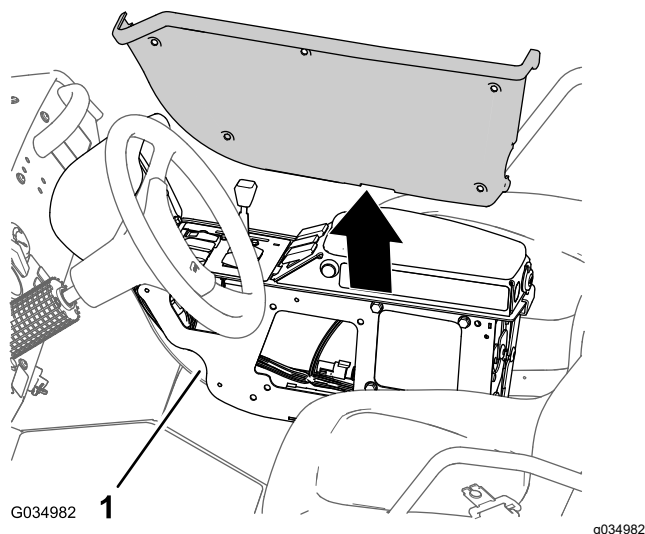

図 99
6. 取り外したカバー(図 99)をセンターコンソールの左側に合わせる。